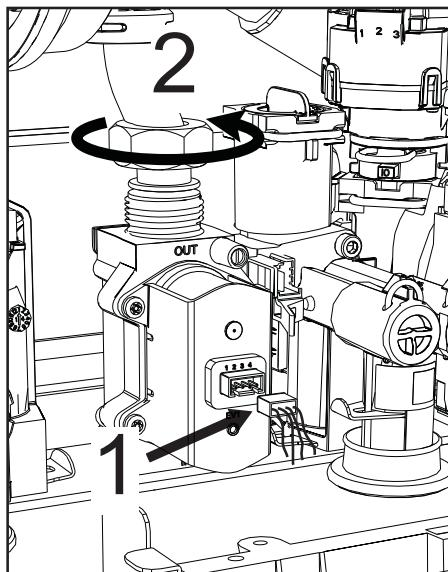

fig. 58
- Deconectați conectoralele electrice „1” (fig. 58).
- Deconectați furtunul de alimentare cu gaz „2” (fig. 58)